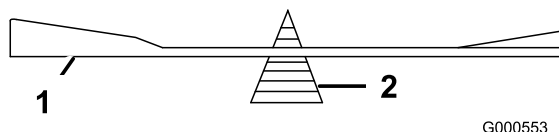

Figura 59
2. Verifique o equilíbrio da lâmina colocando-a num equilibrador de lâminas (Figura 59).